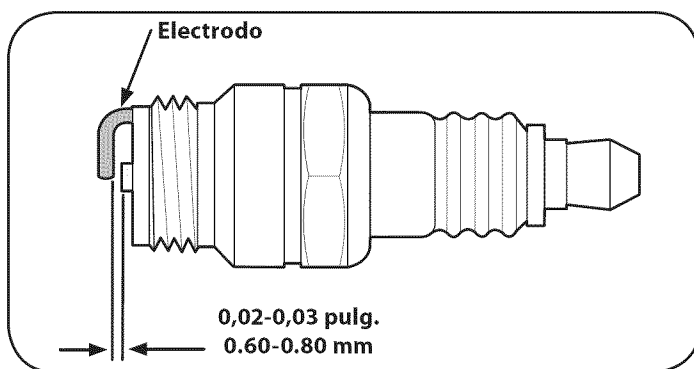

Figura 24
3. Mida la separación de bujía con un calibrador. Corrija de ser necesario torciendo el electrodo lateral. Vea la figura 24. La separación debe establecerse en 0,030 pulg.